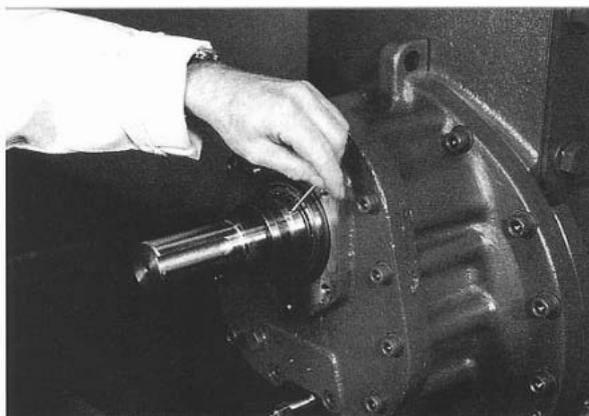

Рис. 16
5. Ослабьте 3 винта без головки, крепящих уплотнение вала к нему. (Рис. 16)